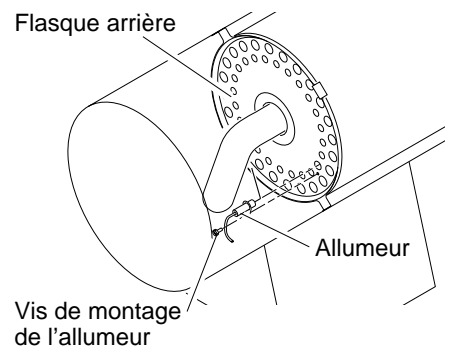

Figure 15 - Retrait de la vis de montage et de l'allumeur
3. Retirer la vis de montage de l'allumeur par le flasque arrière, à l'aide d'une clé à douille ou d'un tournevis standard (voir la figure 15).